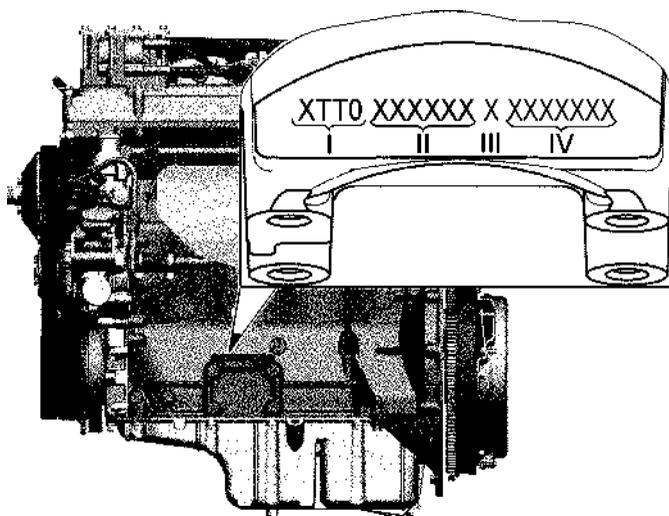

Рис. 1.13. Расположение идентификационного номера двигателя
**Идентификационный номер двигателя** выбит на площадке, расположенной с левой стороны блока цилиндров, над бобышками крепления передней опоры двигателя (рис. 1.13).